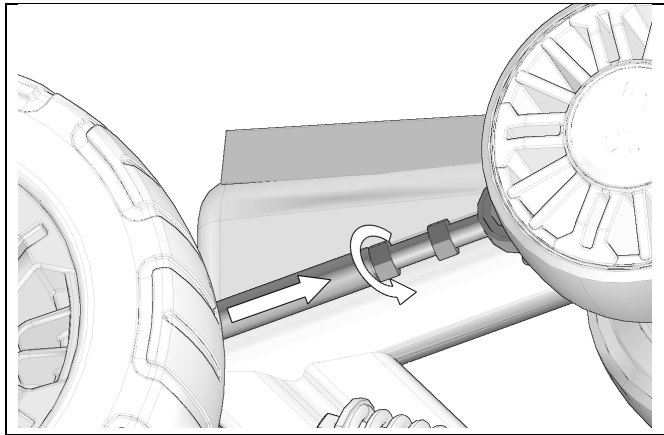

Figure 25
- Régler la tension de la chenille au minimum. Voir la Figure 25.